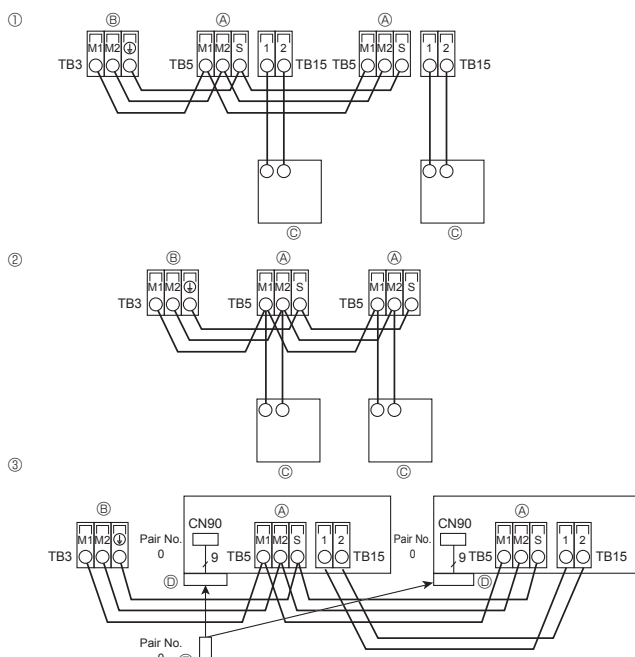

Fig. 4-3
4.4. Подсоединение пульта дистанционного управления, кабелей передачи внутри и снаружи (Fig. 4-3)
- ① Пульт дистанционного управления "MA"
- ② Пульт дистанционного управления "M-NET"